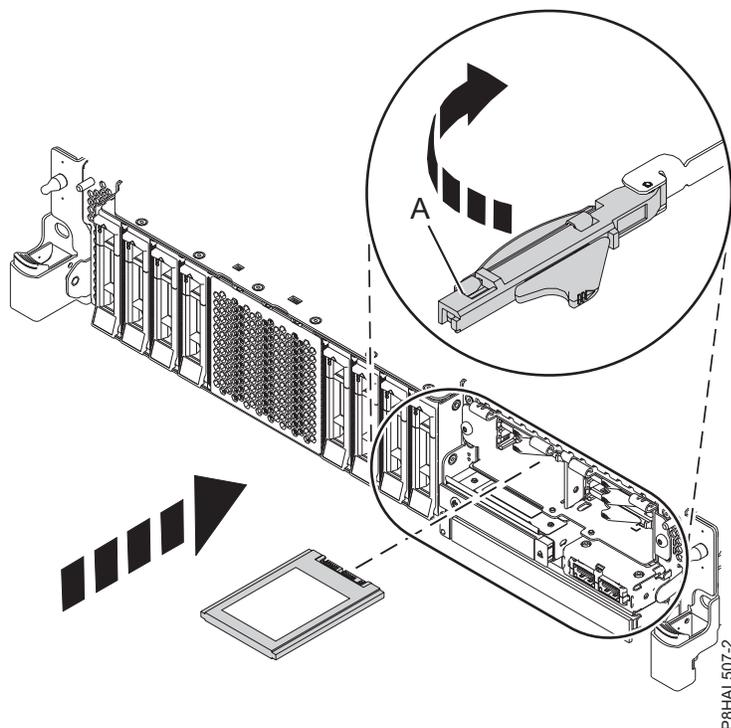

図 80. 拡張機能システムにおける SSD の取り替え
15. SSD ドライブ・ベイ・ハンドル (A) をアンロック位置にした状態状態で、SSD スロット内のガイド・レールにアクセスできるようにレバーを外側に引きます。SSD の底面を支えて、SSD スロットのガイド・レールに位置を合わせます。89 ページの図 80 を参照してください。
20. 示されている方向にベイ・ハンドル (A)を回転させて、ドライブをロックします。89 ページの図 80